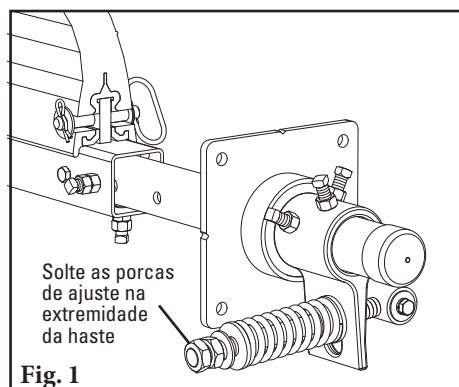

Fig. 1
1. **Remova a tensão.** Solte as porcas de ajuste em ambos os lados e gire-as para fora até que estejam niveladas com as extremidades do braço do pivô (Fig. 1) ou libere pressão da caixa de controle do PAT. Isto libera a tensão da lâmina sobre a correia.